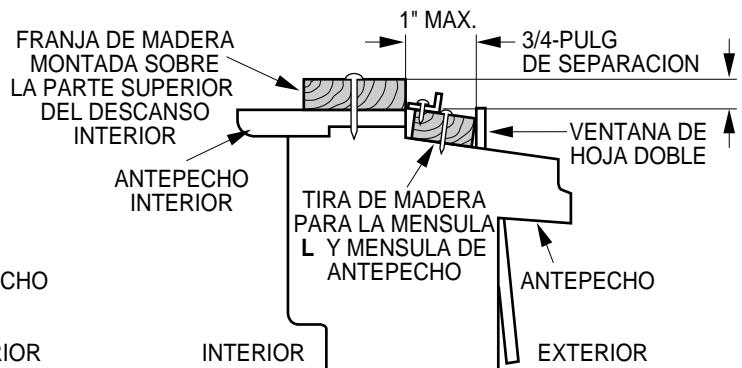

Fig. 5-2
2. Si la sobre-ventana estorba colóquese una tira de madera de 2 pulg de ancho a lo largo del descanso de la ventana por la parte que de internamente al cuarto, y en toda su extensión. La tira de madera debe ser lo suficientemente gruesa para elevar el descanso de la ventana, de tal manera que la unidad de aire acondicionado pueda ser instalada sin interferencia del marco de la sobre-ventana (storm window). Ver Fig. 5-2. La parte superior de la tira de madera debe estar aproximadamente a 3/4 de pulg más alta que el marco de la sobre ventana, (storm window) para ayudar a que el agua de condensación de la unidad fluya hacia afuera.
3. Instale una segunda tira de madera (aproximadamente 6 pulg. de largo, 1-1/2 pulg de ancho y mismo espesor que la primera tira de madera) en el centro del descanso exterior, póngala contra la parte posterior del descanso interior. Esto elevará la mensula L como en la Fig. 5-2.